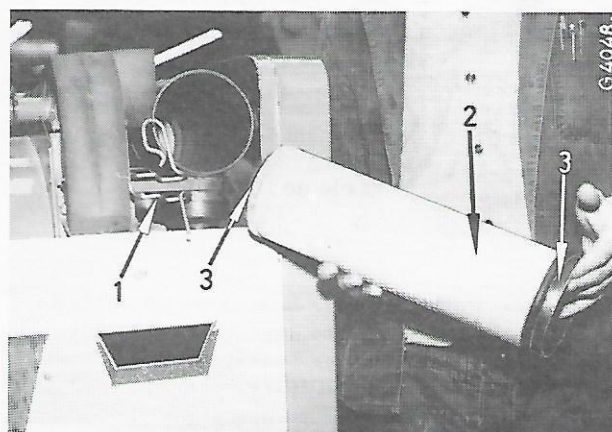

Fig. 52
Engagez le côté ouvert de l'élément (2, fig. 52) dans le corps du filtre à air et fixez le avec l'attache (1).